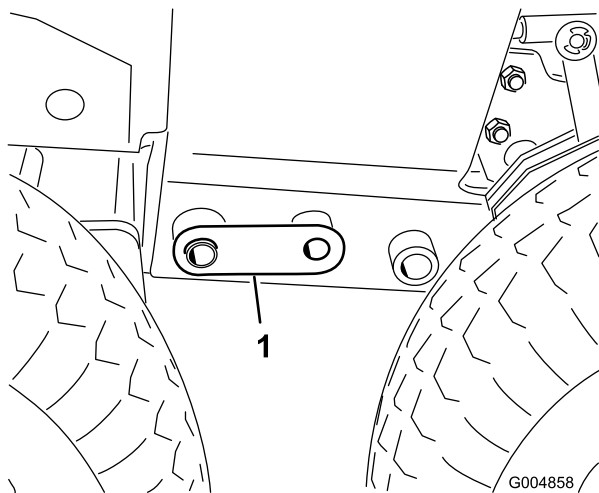

図 110
33. フロアジャッキを調整してフレーム穴 25mm とうしを整列させ、機体両側にカップラピンを取り付ける 図 110。